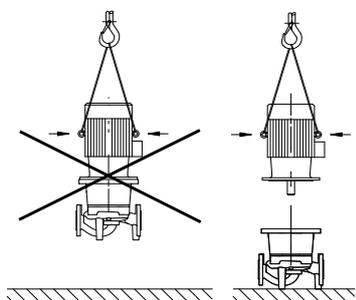

Рис. 8: Строповка мотора
- Проушины для транспортировки на моторе служат только для транспортировки мотора, транспортировка всего насоса с их помощью недопустима (рис. 8).